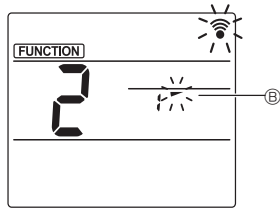

Fig. 3-3
- Luftklappenwinkel einstellen (Fig. 3-3)